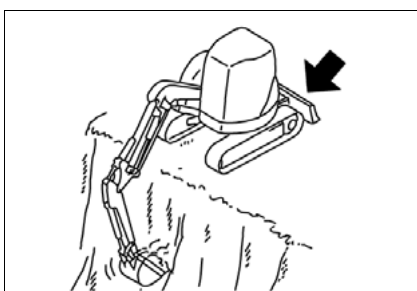

Fig. 183: Dyb udgravning
- Anvend fortrinsvis den først beskrevne arbejdsstilling (Fig. 183), og vær hele tiden opmærksom på, at der ikke sker en kollision mellem stempelstangen A og dozerbladet B .